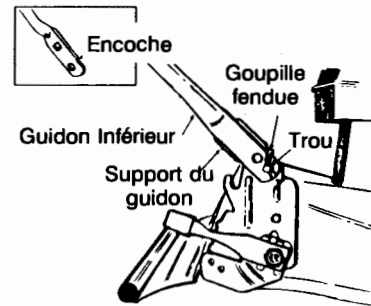

Figure 1A- Pour modèles à pneu arrière de 8 po
- Un trou décalé est aménagé dans le guidon inférieur pour permettre le réglage du guidon à deux hauteurs différentes. L'utilisation de l'encoche plus en avant ou plus haut (voir l'encadré, figure 1A) permet de régler le guidon plus bas que si l'encoche plus en arrière est employée.
- Maintenez le guidon avec les goupilles fendues dans les trous inférieurs des goupilles soudées. Voir les figure 1A ou 1B.